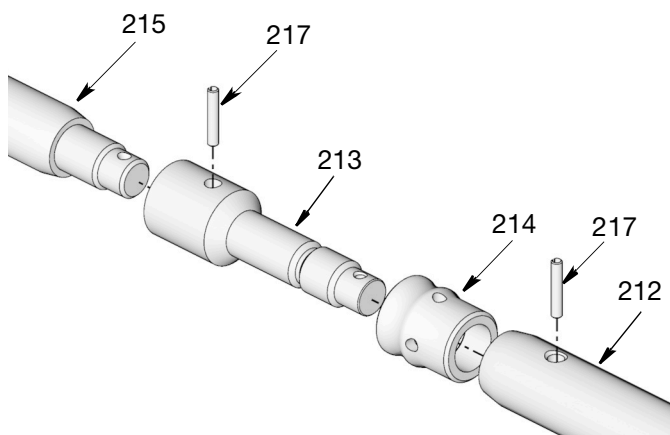

Рис. 33
21. Используйте бородок и молоток для выбивания штифтов (217), удерживающих вместе секции штока (Рис. 33). Вручную открутите шток всасывающего ковша (215) и промежуточный шток (212) с поршня (213).